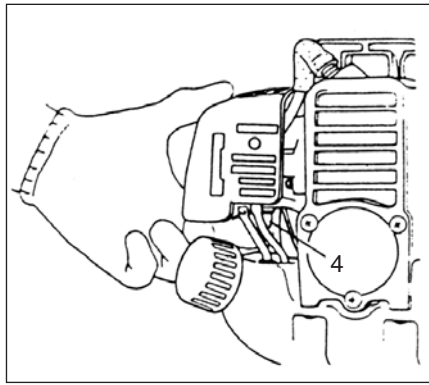
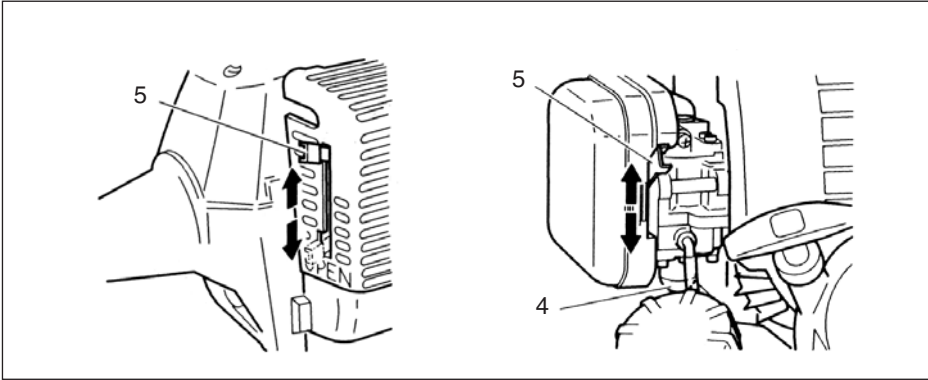

Fig.2-6
Fig.2-7
1. Spostare l'interruttore di accensione (1) su ON.
- * Premere ripetutamente il bulbo (4) della pompa di adescamento per far affluire la miscela al carburatore attraverso il bulbo o il tubo di ritorno. (se la macchina ne é fornita) (Fig. 2-6, 7)
2. Premendo sul salvavita (2) (se la macchina ne é fornita), tirare la leva dell'acceleratore e premere il pulsante di bloccaggio acceleratore (3), quindi rilasciare lentamente prima la leva dell'acceleratore e poi il salvavita. La leva dell'acceleratore rimane così bloccata in posizione di avviamento.
3. Chiudere l'aria portando la leva nella posizione CLOSED (5). (Fig. 2-7)